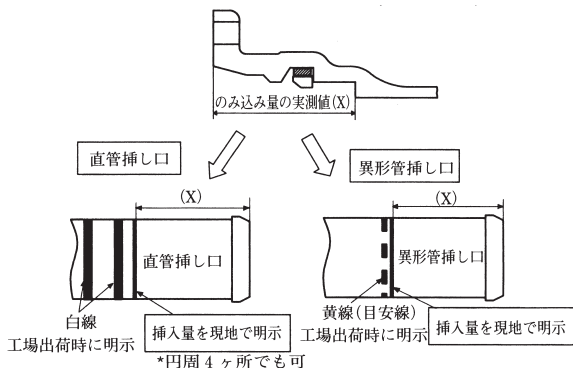

図30 挿し口の挿入量(X)
挿し口を受口へ挿入する前に、異形管受口端面から受口奥部までの、のみ込み量の実測値 (X) を測定する。その測定値 (X) を挿し口への挿入量 (X) として、挿し口外面全周（または円周4ヶ所）に白線で明示する。(図30参照)。